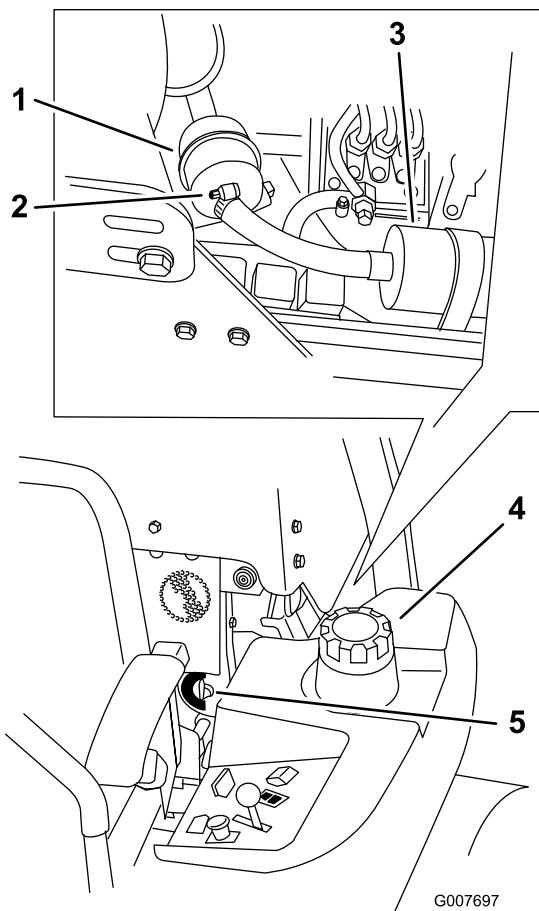

Figura 51
4. Cierre la válvula de cierre de combustible (Figura 51).
5. Afloje las dos abrazaderas y desconecte los tubos de combustible del filtro de combustible (Figura 51).
6. Instale un filtro nuevo. Conecte los tubos de combustible al filtro de combustible e instale las dos abrazaderas (Figura 51).